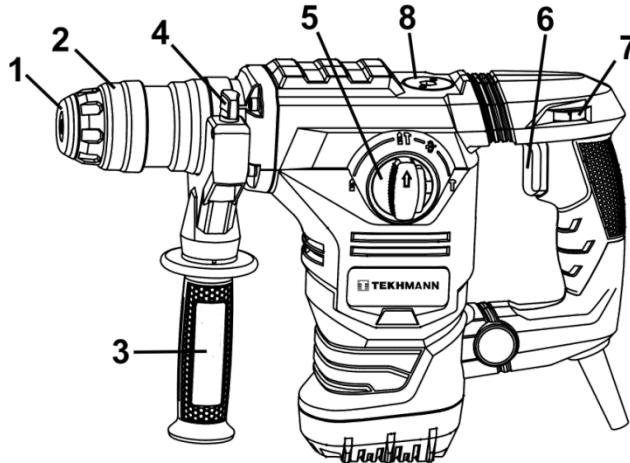

Рисунок 1
4.1 Виберіть необхідний режим роботи виробу за допомогою перемикача (5) (див. рисунок 1, таблицю 1). При необхідності зміни кута нахилу насадки при виконанні довбальних робіт зробіть необхідні операції, які описані в пункті 3.5. При необхідності встановлення свердлильного патрона - встановить його в патрон SDS-plus через адаптер.
4.2 Для увімкнення виробу натисніть на курок вимикача (6) (рисунок 1). Для відключення виробу курок слід відпустити.